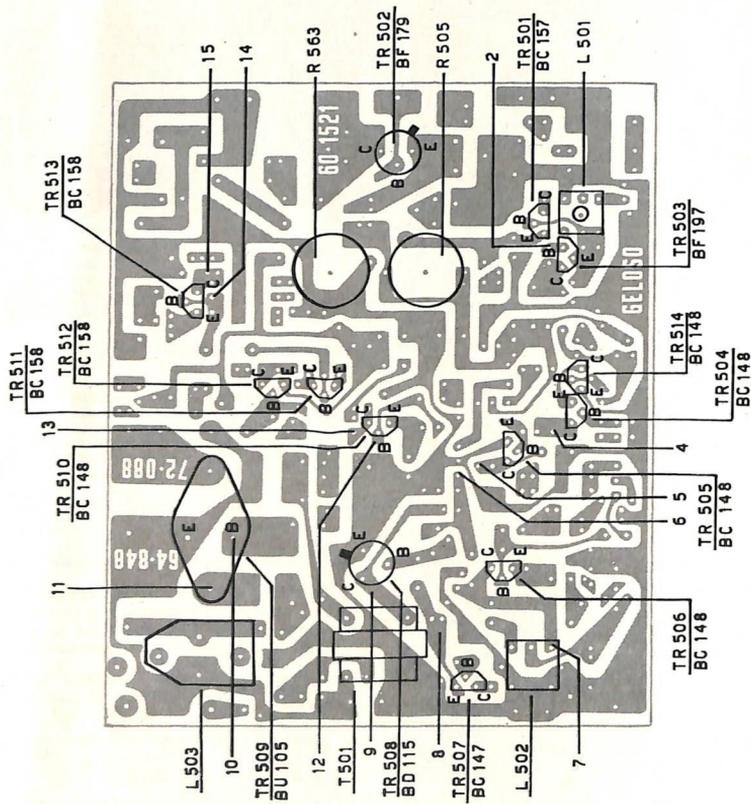

Fig. 7 - Piastra e sincronismi vista lato rame.
- b) Potenziometro R 505 (fig. 7 - sensibilità F.I.) regolato a metà corsa circa.
Questa regolazione deve essere fatta in assenza di segnale di antenna (o meglio staccando il cavetto che collega il gruppo integrato alla piastra di F.I.) e si effettua agendo sul potenziometro R 505 (fig. 7 e 8) fino ad ottenere una tensione emittitore-massa del transistor TR 501 di 3,2 Vdc.
La bobina da tarare per questa operazione, è la L 503 (fig. 7 e 8) che regola la parte sinistra del quadro. Non è prevista la regolazione dell'am-
La regolazione può essere effettuata ricevendo sia il segnale di una stazione, sia il segnale di un generatore a 5,5 MHz. collegato all'entrata dello stadio finale video. Si dovrà osservare con cura il reticolo a 5,5 MHz. sullo schermo del cinescopio, regolando eventualmente il televisore in modo che il reticolo sia ben visibile; regolare poi il nucleo della bobina L 501, fino a ridurre al minimo del reticolo stesso (fig. 7).